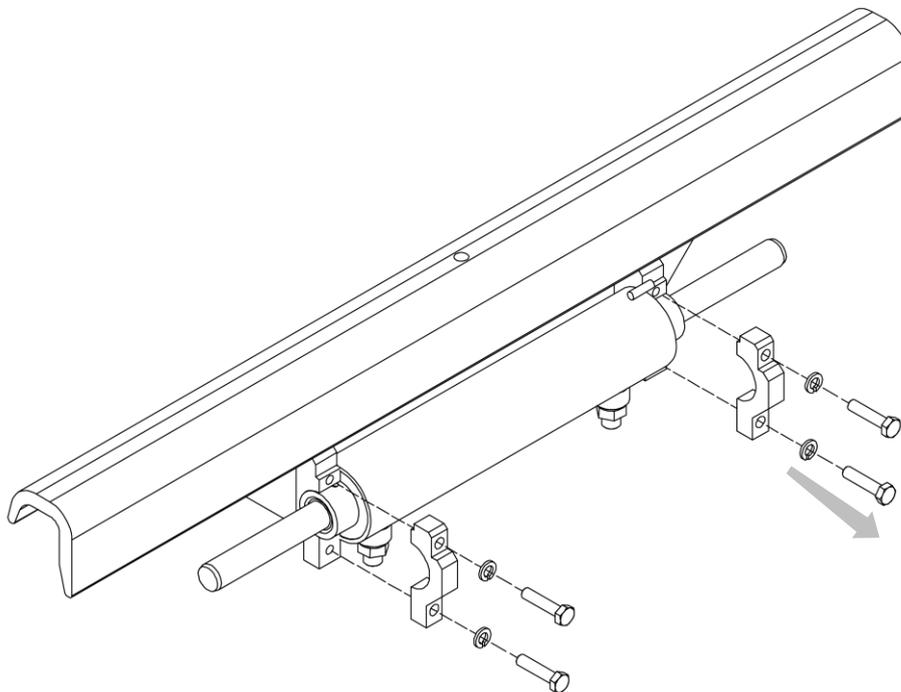

Figure 35
3. Se référer à la *Figure 35*.